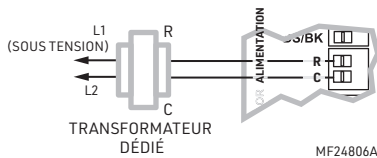

Fig. 4.
3. Connectez un transformateur 24 V, 40 VA aux bornes R et C. La borne R est sous tension et la borne C sous 24 Vca (neutre). Reportez-vous à la Fig. 4.